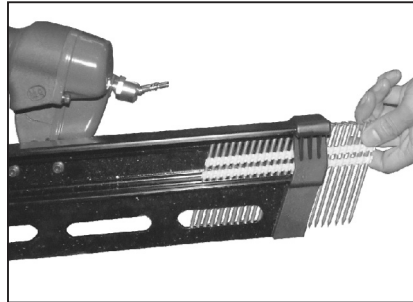

Bild 7
- B. Skjut fästelementen bakåt och ta bort dem från magasinet (se bild 7).